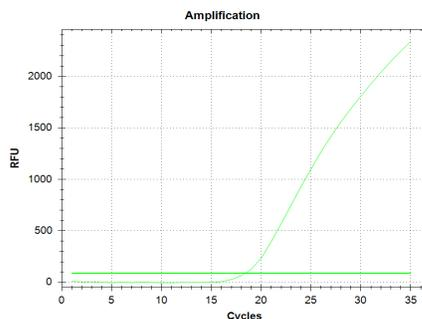

Figura 1a. Ejemplo de parcela de amplificación de SENTI-GENE Pluri CoV-2-FLU-RSV: objetivo SARS-CoV-2
- 16 ± 3 para la señal FAM (figura 1a);